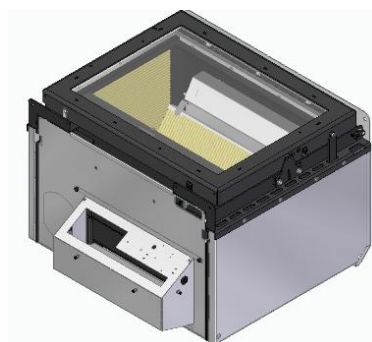

Figura 52 – Desmontaje de las microarticulaciones inferiores
b. Fijar el kit de ventilación debajo del equipo, en la parte inferior, como se muestra en la imagen, ver Figura 52.